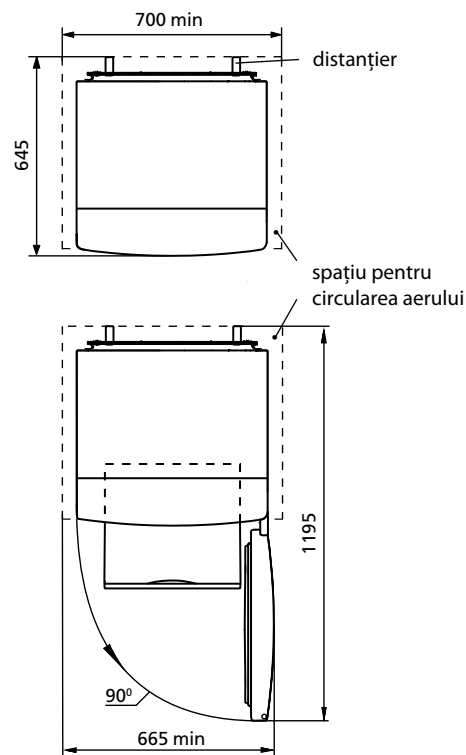

Figura 2 — Frigider (vederea de sus)
1.5 Spațiul total necesar pentru funcționarea frigiderului se determină de dimensiunile, indicate în milimetri în figura 2. Pentru extragerea liberă a componentelor din frigider este necesar de deschis ușa la unghiul nu mai mic de 90°.